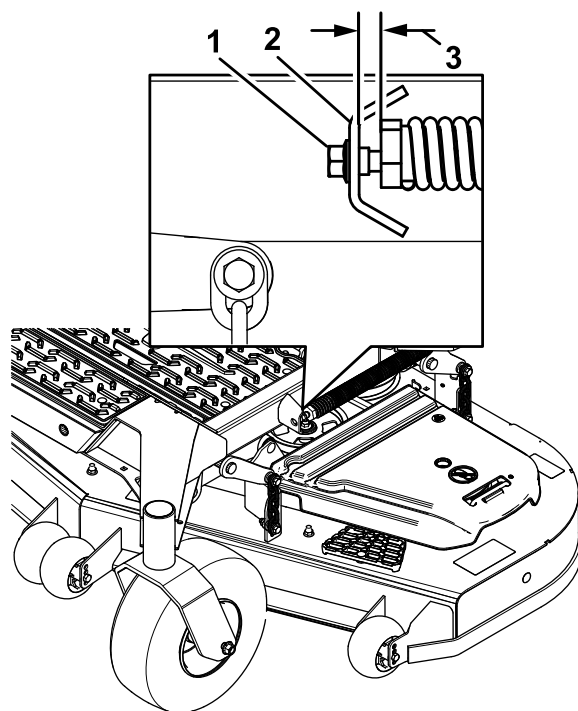

Figura 86
10. Afloje lentamente el tornillo de ajuste del muelle de elevación asistida hasta que pueda retirar el tornillo (Figura 86).